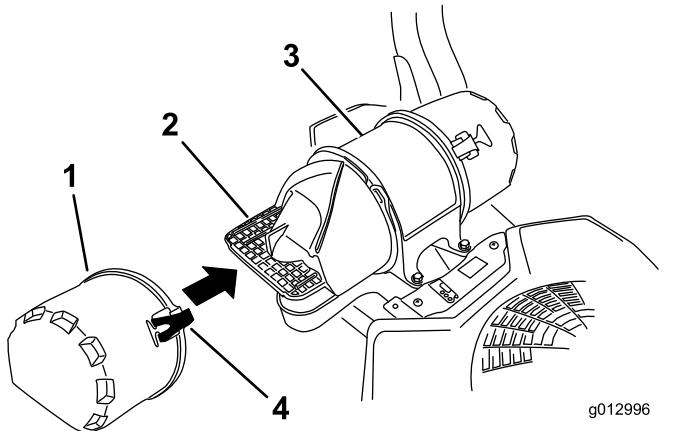

Figura 27
3. Abra los cierres del limpiador de aire y tire de la tapa de la entrada de aire para separarla del cuerpo del limpiador de aire (Figura 27).
5. Instale la tapa de entrada de aire y fíjela con los cierres (Figura 27).
- Instale la tapa del limpiador de aire y fíjela con los cierres (Figura 27).